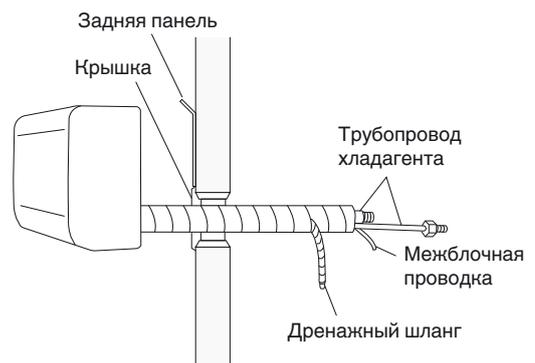

Рис. 3-24
- (1) Придайте трубопроводу хладагента такую форму, чтобы он легко вошел в отверстие на стене. (Рис. 3-24)